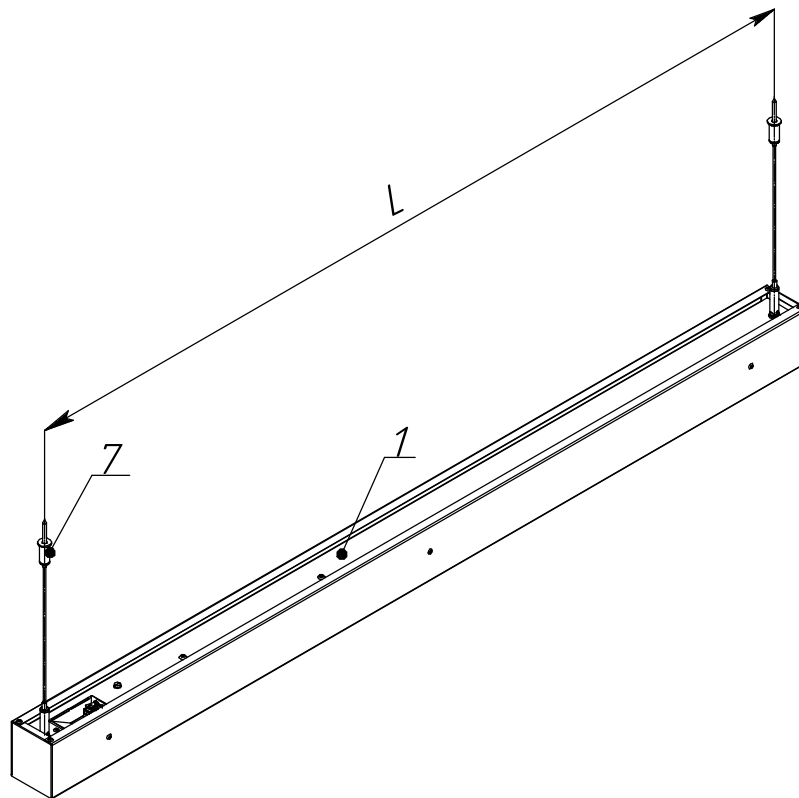

Рисунок 3 - Схема подвеса светильников
5.4 **Установка светильника на тросовый подвес (заказывается отдельно) (см. рисунок 3):**